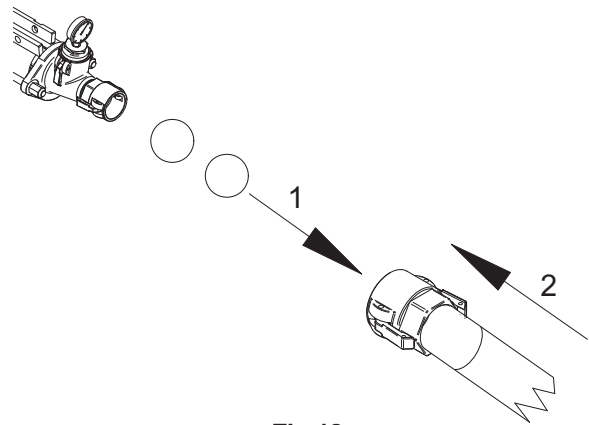

Fig.12
- Inserire nelle tubazioni, ancora piene di materiale due spugne di lavaggio (Fig. 12, Rif.1) e rimontare la tubazione nel collettore (Fig. 12, Rif.2)